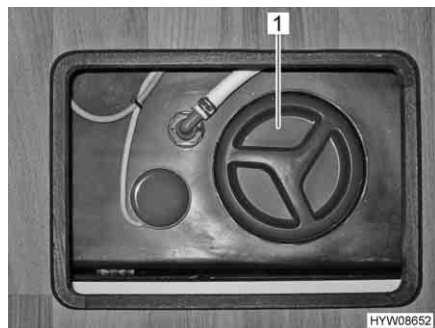
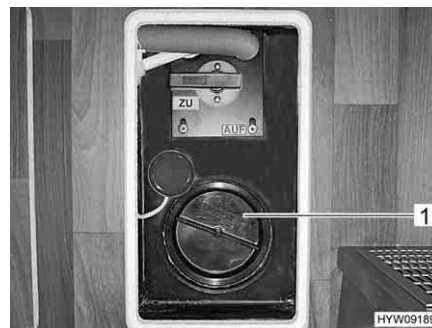

Fig. 119 Apertura per la pulizia (serbatoio delle acque grigie, Mercedes-Benz)
Fig. 120 Apertura per la pulizia (serbatoio delle acque grigie, Fiat)
- Aprire l'apertura per la pulizia (Fig. 119,1 ovvero Fig. 120,1) sul serbatoio delle acque grigie e il rubinetto di scarico.